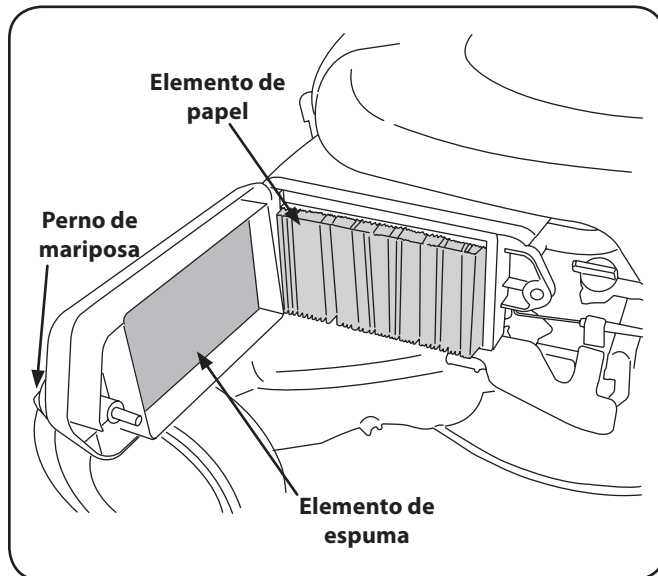

Figura 6-3
1. Retire el perno de mariposa y la cubierta del depurador de aire. Retire los elementos de espuma y papel. Vea la Figura 6-3. Sustituya el elemento de papel cuando sucio o dañado. Sustituya el elemento de espuma cuando dañado.